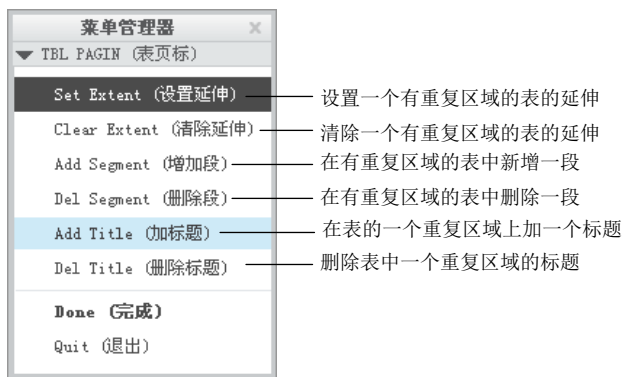

图 8.6.1 “表页标”菜单
Step3. 选择下拉菜单 **表(T)** → **编页(P)...** 命令,系统弹出图 8.6.1 所示的 **▼ TBL PAGIN (表页标)** 菜单和“选择点”对话框。